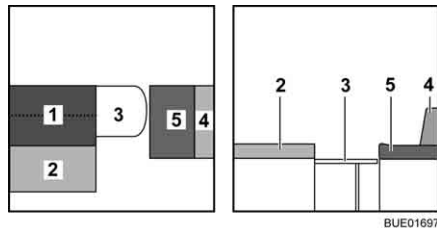

Fig. 130 Durante la transformación
- Colocar el cojín del respaldo (Fig. 130,1) en la mesa.